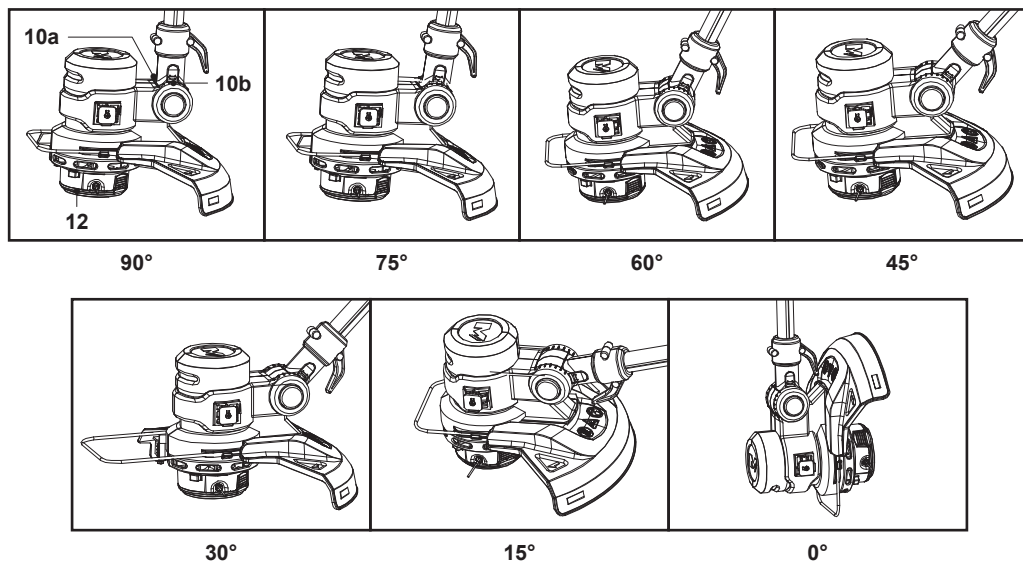

Fig. 10
Incliner la tête de coupe-bordures (12) en fonction des conditions du sol pour la coupe ou le bordurage en alignant l'indicateur (10a) sur la ligne de repère (10b) (Fig. 10).